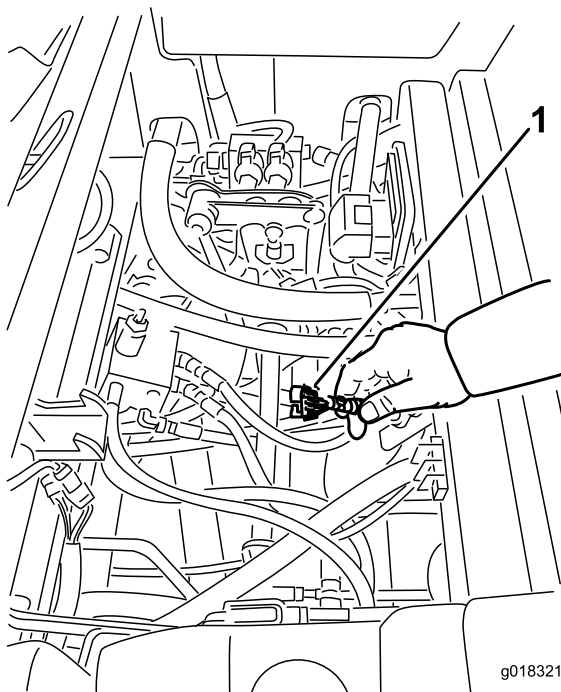

Figure 20
3. Localisez le faisceau de câblage et les connecteurs près du contrôleur (Figure 20).